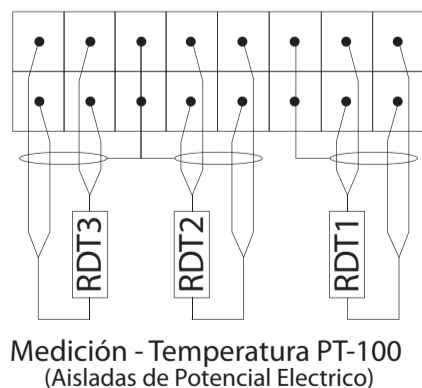

Figura 3
- Hasta tres entradas analógicas para monitoreo de temperatura con diversos tipos (Sobre pedido) sondas o sensores de temperatura PT-100 o Termocuplas B, E, J, K, etc (conexión ver figura 3).